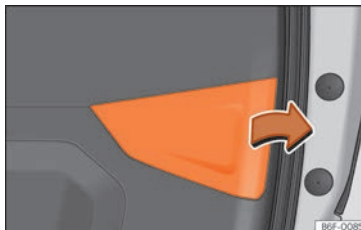

Abb. 61 Offene Heckklappe: Abdeckung entfernen.
- Nehmen Sie die Abdeckung der Heckklappe in Pfeilrichtung ab »» **Abb. 61**.